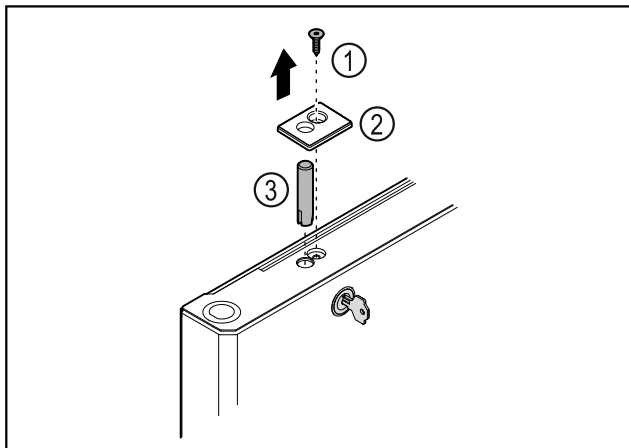

Fig. 37
- ▶ Odstráňte skrutku Fig. 37 (1).
- ▶ Odistite kryt Fig. 37 (2) malým skrutkovačom a odoberte ho.
- ▶ Vytiahnite čap zámku Fig. 37 (3).